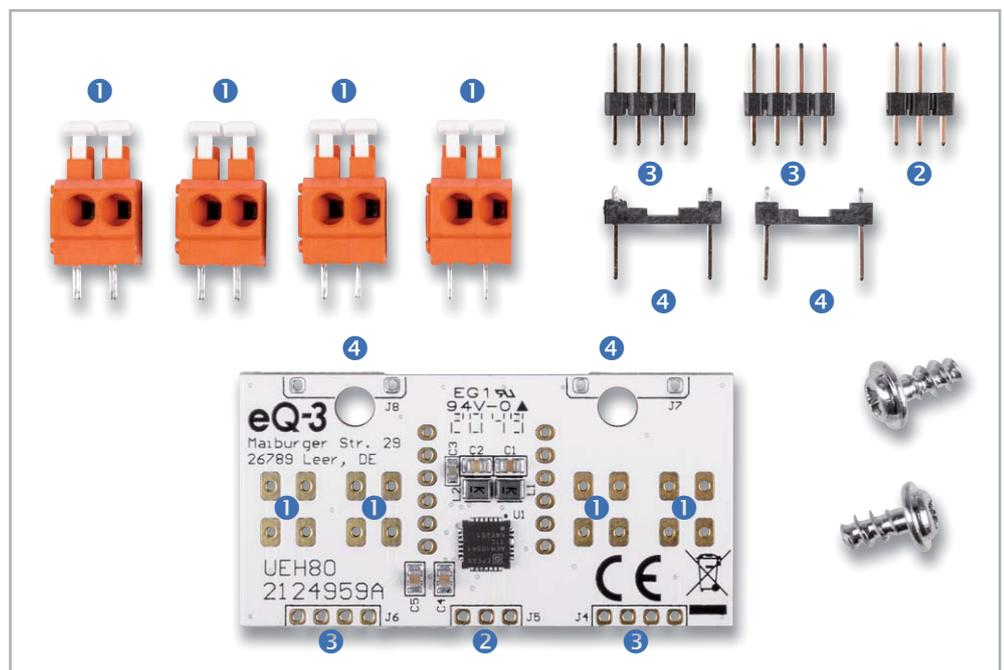

Bild 7: Lieferumfang des Bausatzes
Der Aufbau gestaltet sich relativ übersichtlich. Dank der schon vorbestückten SMD-Bauteile müssen nur noch die Federkraftklemmen ① und die Stiftleisten ②–④ bestückt und verlötet werden. In Bild 7 sind alle zu bestückenden Bauteile und der Lieferumfang dargestellt.